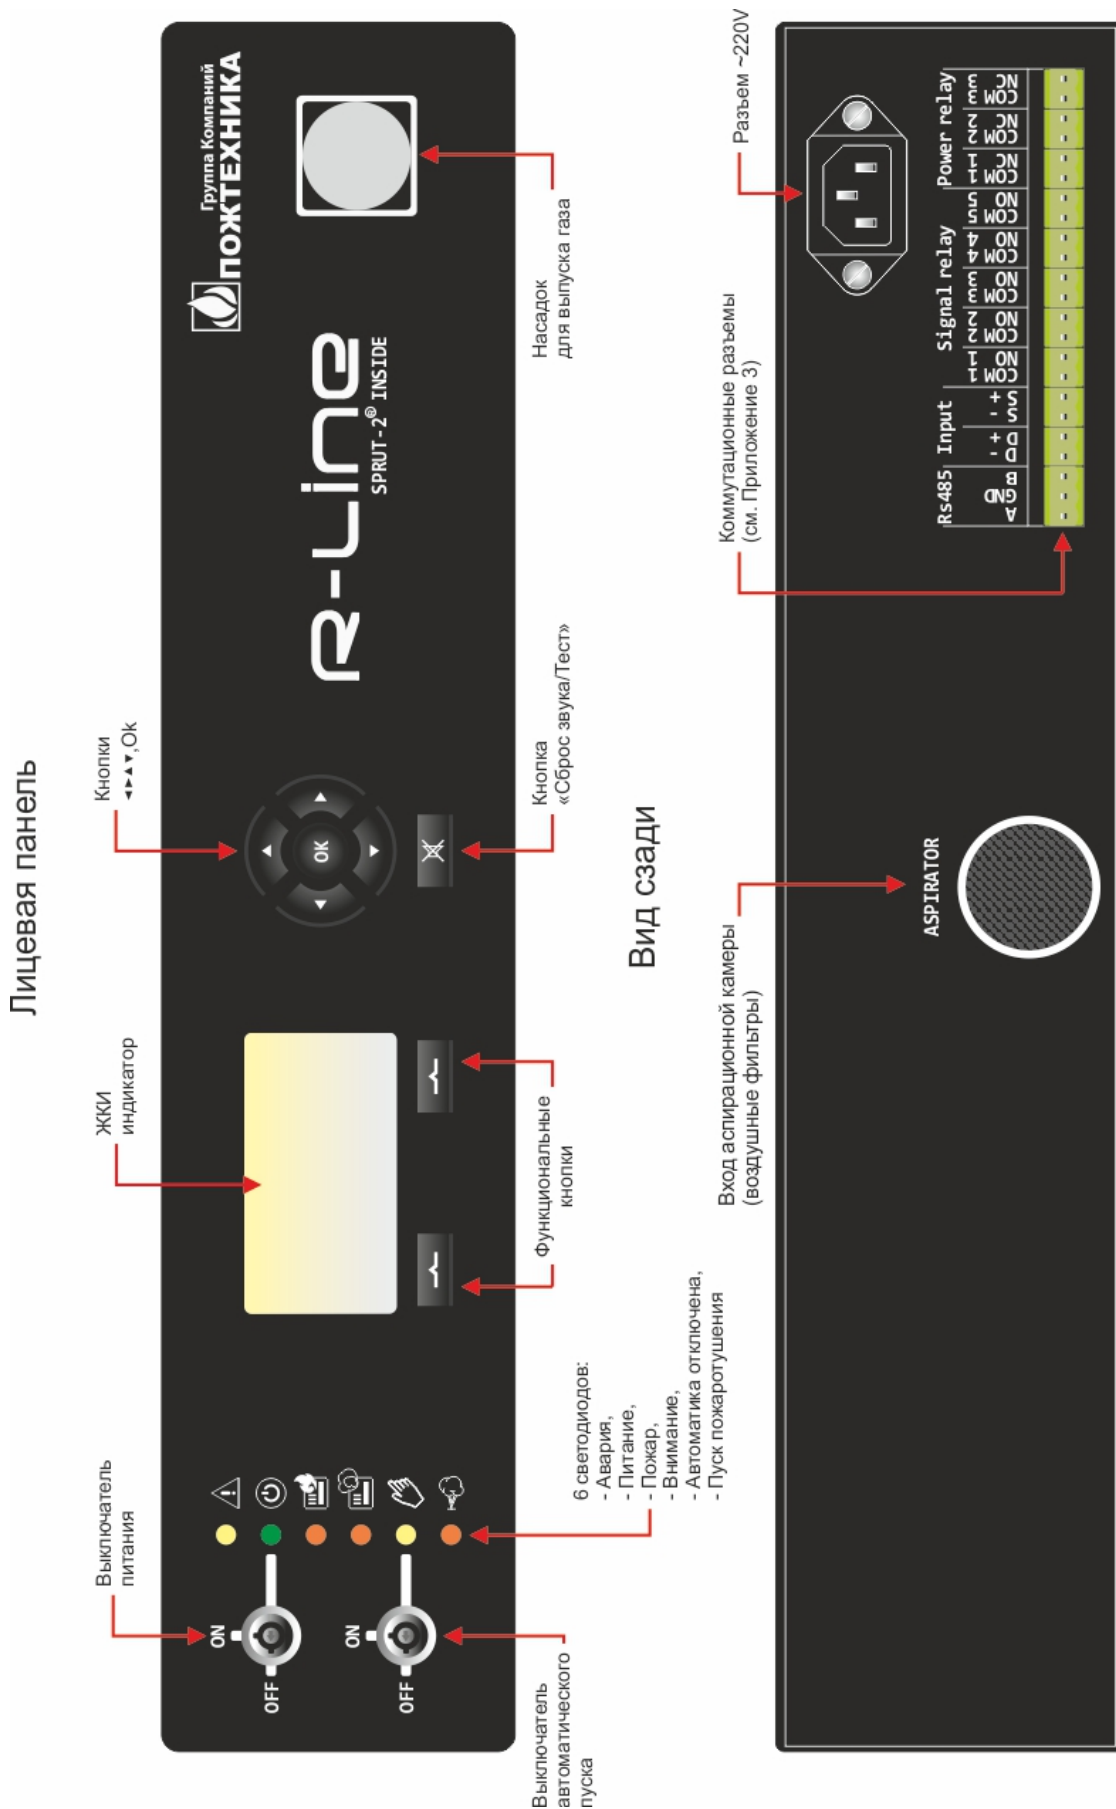
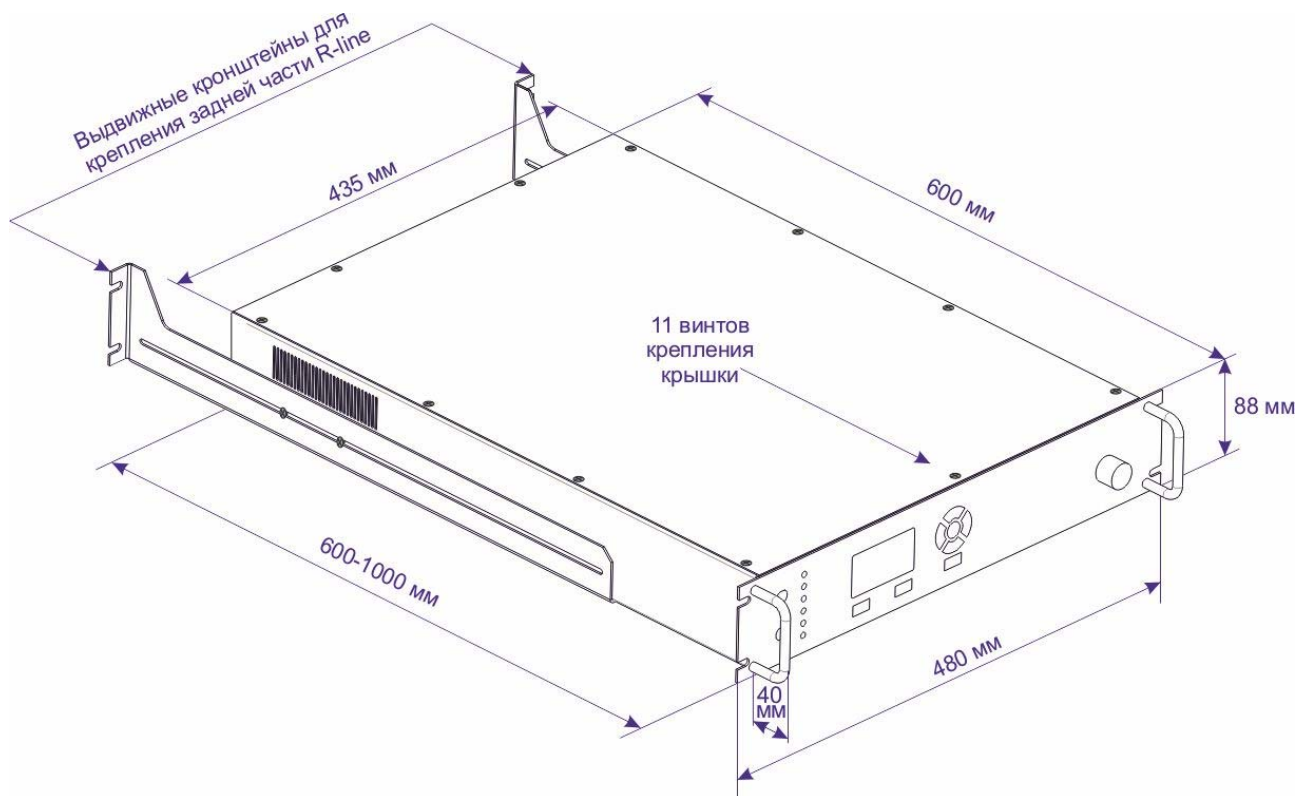

Рис. 2. Лицевая панель и вид сзади
Рис.3. Установочные размеры R-line
- Для крепления труб следует применять крепежные клипсы. Аспирационная труба должна быть подключена к входу аспирационной камеры (см. Рис. 2). Допускается любая топология прокладки аспирационной трубы.
- 8.2 Отвернув винты крепления, откройте крышку (см. Рис. 3) и подключите АКБ (см. Рис. 1). Закройте крышку, завернув винты крепления. Подключите разъем ~220В (см. Рис. 2) и подайте на R-line напряжение питания.